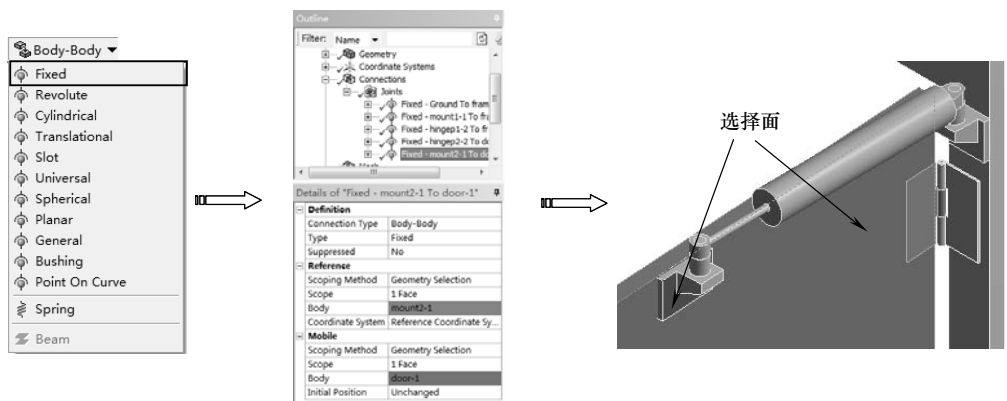

图 10-83 刚体固定
6) 单击【Connections】工具栏上的【Body-Body】|【Fixed】命令，分析树中增加【Fix-No Selection To No Selection】节点。分别选择如图 10-83 所示的表面，单击详细设置窗口中的【Reference】和【Mobile】列表中【Body】下的【Apply】按钮完成。